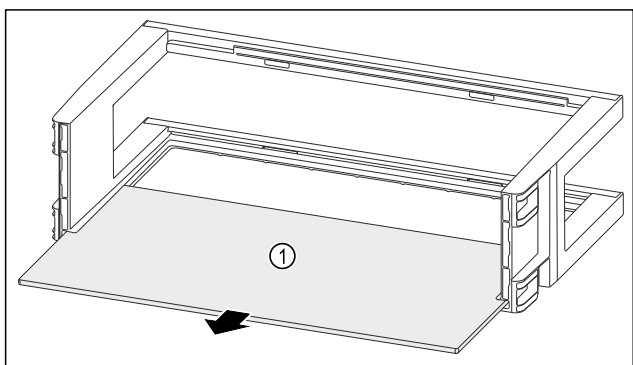

Fig. 107
- Odoberte odkladaciu plochu Fig. 107 (1).